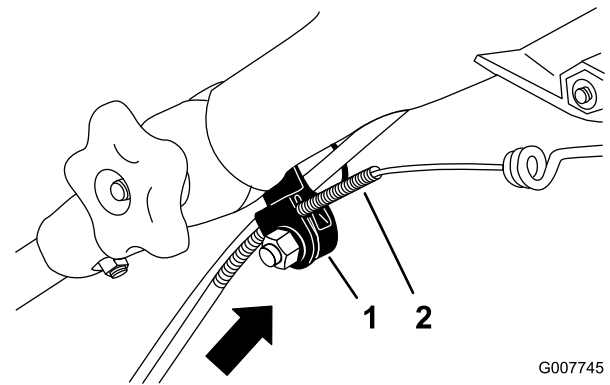

Figure 34
**Remarque:** Vous pouvez placer une règle graduée contre la face supérieure du support de câble noir et mesurer le déplacement de l'extrémité supérieure de la gaine (Figure 34).